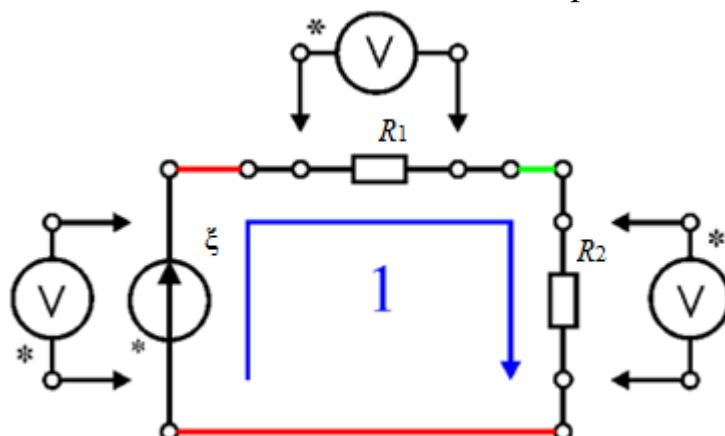

Рис. 10. Схема для проверки закона первого закона Кирхгофа.
2. Соберите схему на приборной панели как показано на рис. 10, используя резистивные сопротивления, мультиметры и соединительные провода. Сопротивление резисторов R_1 и R_2 , задаются ведущим преподавателем или сотрудником лаборатории. Не рекомендуется использовать резисторы с большим сопротивлением и отличающимися по значению более чем на два порядка.